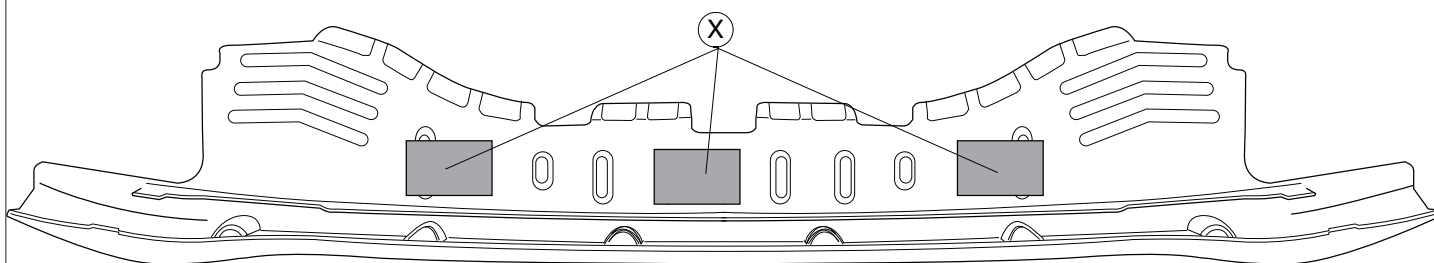

Fig.3
8. Place the 3 PE foam blocks (X). See figure 3.
8. Die drei PE-Schaumböcke (X) einsetzen. Siehe Abbildung 3.
8. Placer les trois blocs de mousse en polyéthylène (X). Voir la figure 3.